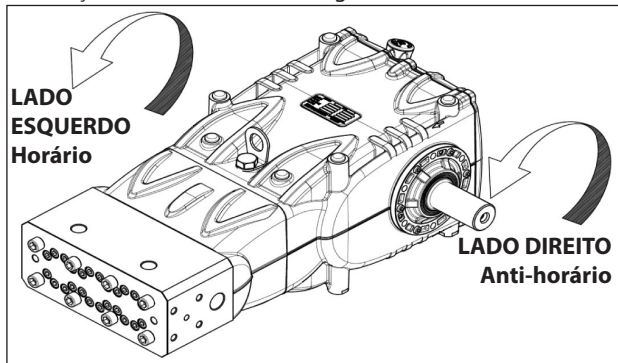

Fig. 6
O sentido da rotação é indicado por uma seta posicionada no cárter, próximo ao eixo da tomada de movimento. Posicionando-se na frente do cabeçote da bomba, o sentido da rotação deverá ser como da Fig. 6.
N.B. A versão relacionada na Fig. 6 é direita.